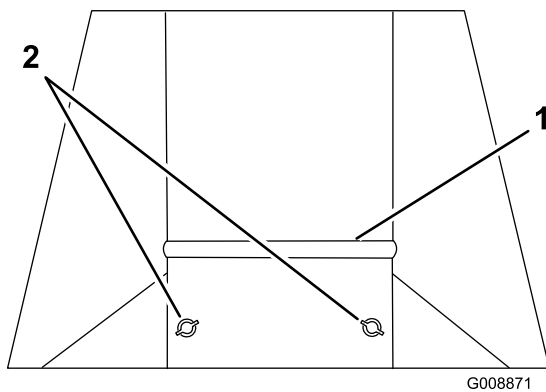

Figura 9
2. Allentate i due dadi sulla piastra delle condizioni di tosatura, ed alzate la piastra se tosate erba corta e asciutta, oppure abbassatela se tosate erba alta o bagnata (Figura 9).